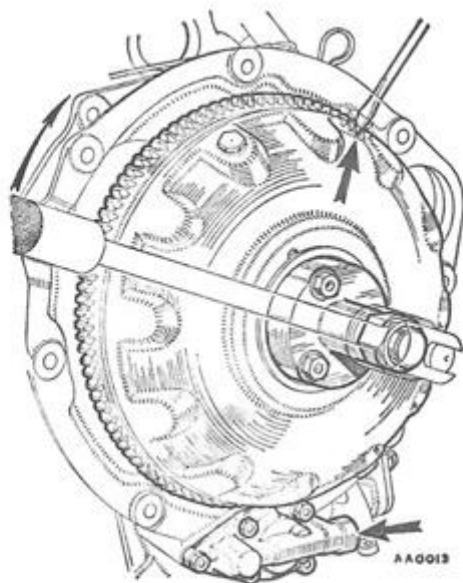

Fig. Aa.7
- 6) Frigør låseskiverne og fjern de tre sætskruer, der med lige stor afstand er anbragt midt i vædskekoblingen. Påse at udskæringen i enden af krumtapakslen er vandret. Med værktøj 18G1086 med mellemstykket anbragt rigtigt tages vædskekoblingen af (fig.Aa.7). Fjern værktøjet og sæt de 3 skruer i igen.